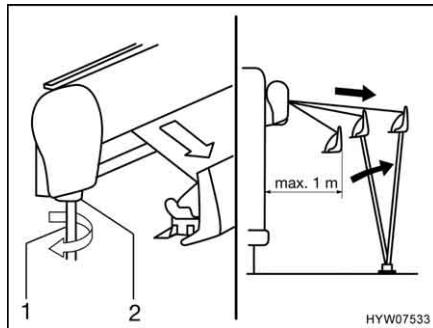

Fig. 12 Estrazione della tenda
- Inserire la manovella (Fig. 12,1) nel supporto a baionetta (Fig. 12,2) della tenda e girarla in senso antiorario.